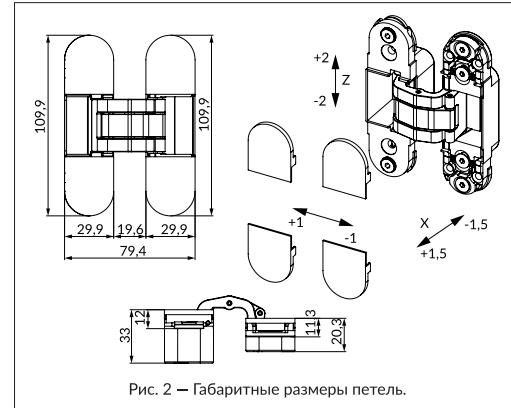

Рис. 2 – Габаритные размеры петель.
- Габаритные размеры в открытом положении петли (рис.2):
- Вертикальная регулировка (Z): ±2 мм
- Горизонтальная регулировка (X): ±1,5 мм
- Регулировка по глубине (Y): ±1 мм